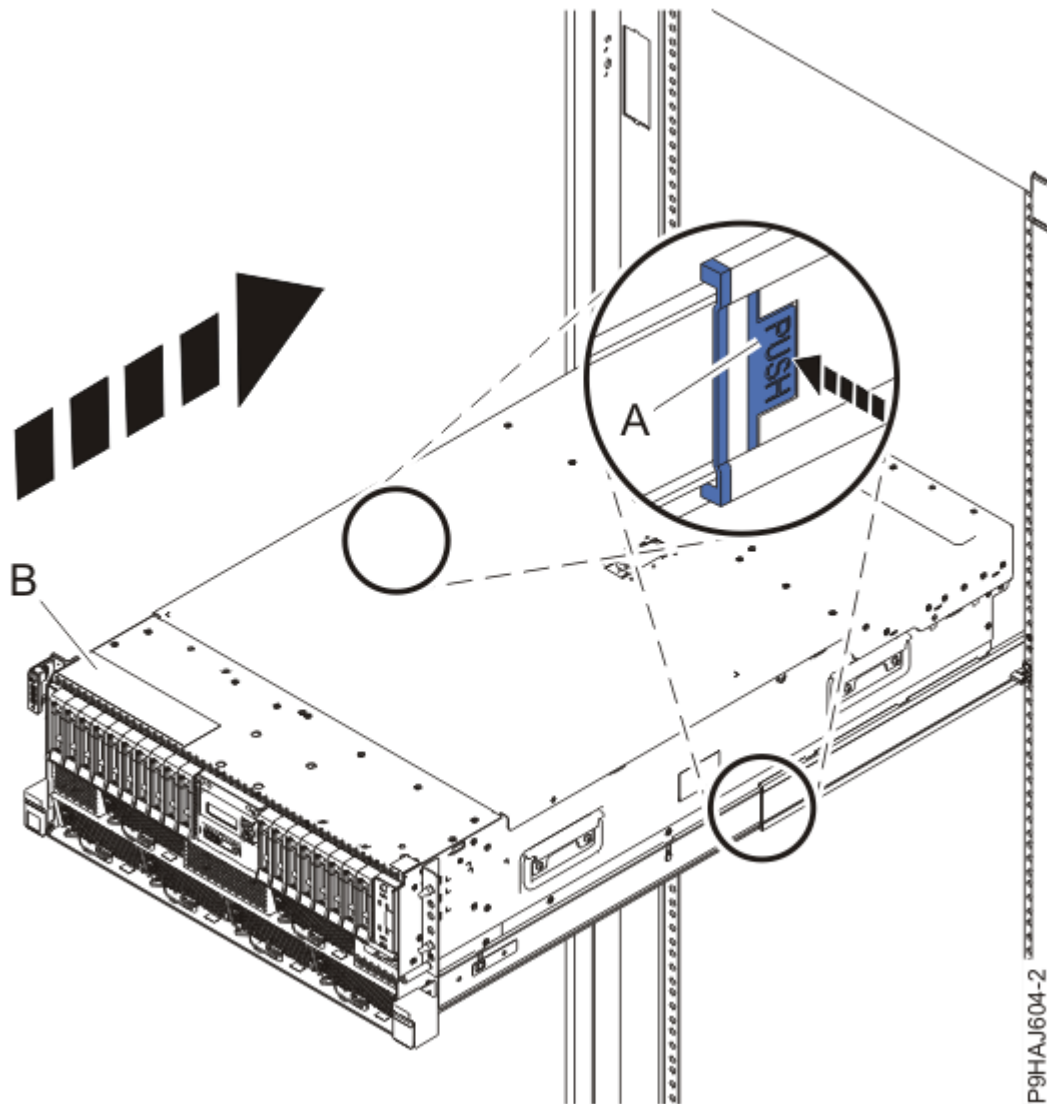

Figure 16. Mise en position de fonctionnement du système
3. Pour un système monté en armoire, déverrouillez les loquets de sécurité bleus (**A**) en les poussant vers l'intérieur, comme illustré dans la Figure 16, à la page 19.